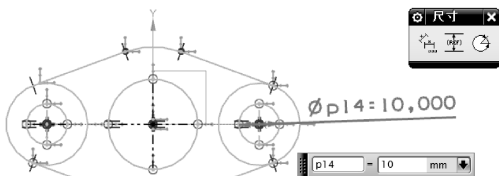

图 6-5 草图中创建表达式
- 从草图中创建表达式。草绘图形,利用尺寸约束工具进行约束,即可得到尺寸表达式。双击尺寸将弹出尺寸编辑文本框,文本框左侧显示的是表达式名,右侧为赋予的值,如图 6-5 所示。